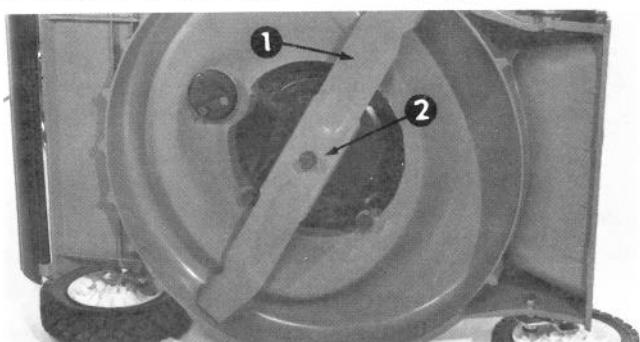

Figure 26
3. Inclinez la tondeuse sur son côté gauche. Saisissez le bout de la lame en vous servant d'un chiffon ou d'un gant bien rembourré. Enlevez la vis à tête, la rondelle de blocage, et la lame (Fig. 26):